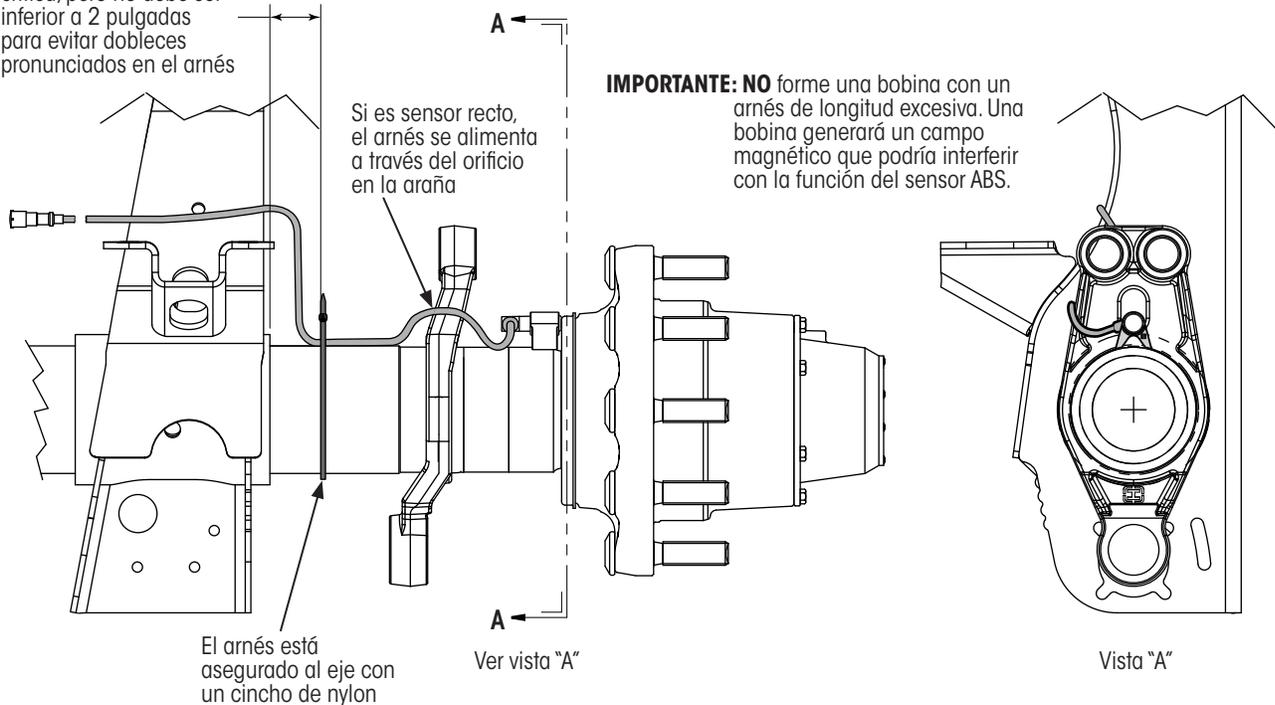

Figura 40: Detalles de instalación del arnés de cableado del sensor ABS
- Si es un sensor de 90 °, **alimentado alrededor** de la araña (Figura 40).
- Si es un sensor recto, **alimentado a través** del orificio de la araña (Figura 40).
- Sujetado firmemente** al eje entre la viga y la araña (Figura 40) con un cincho de nylon.